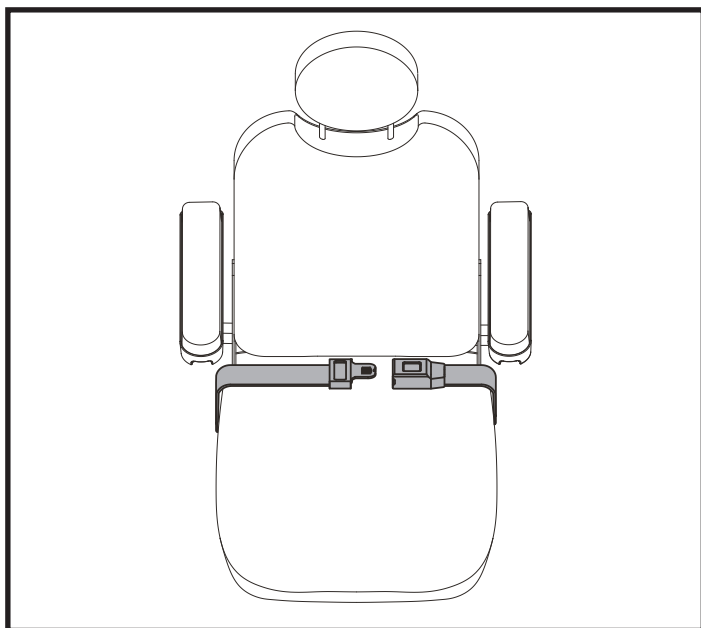

Figura 14. Regolazione della cintura di posizionamento
La Carrozzina elettronica può disporre di una cintura di posizionamento regolabile secondo la comodità dell'utente. **Vedere figura 14.** La cintura di posizionamento è progettata per sostenere l'utente in modo che non scivoli verso il basso o in avanti sul sedile e può essere regolata per maggiore comfort dell'utente. La cintura di posizionamento non deve essere usata come dispositivo di contenimento.
1. Una volta seduti, inserire la linguetta metallica su un lato della cintura nell'alloggiamento in plastica sul lato opposto fino a sentire un clic. **Vedere figura 14.**